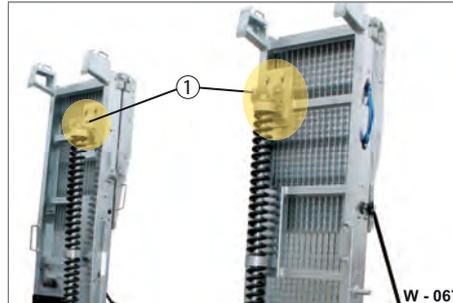

Abb. 17 Obere Lagerstelle Auffahrampen, Federhebewerk
- ▶ Bolzen (Abb. 17/1) mit Maschinenfett einfetten.